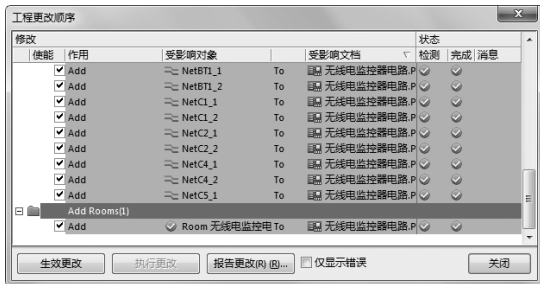

图 8-50 添加元器件封装
(6) 单击 **执行更改** 按钮，将元器件封装添加到 PCB 文件中，如图 8-50 所示。